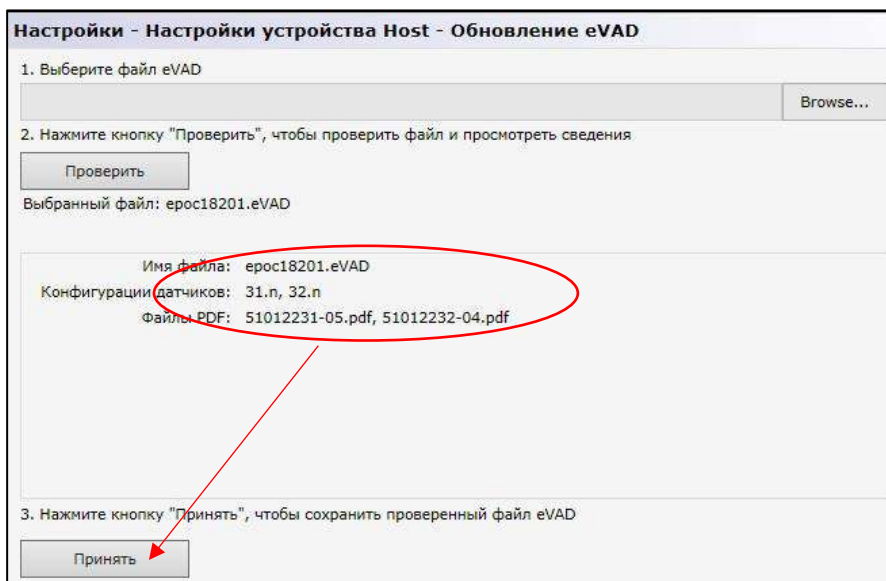

Рис. 7.
- 2) Нажмите кнопку **Проверить** (рис. 6), чтобы выполнить проверку файла eVAD и просмотреть подробные сведения (обведены окружностью на рис. 7), включая имя файла eVAD, версию конфигурации датчика и имя PDF-файла, связанного с используемым файлом eVAD.
3) Нажмите кнопку **Принять** (рис. 7), чтобы сохранить проверенный файл eVAD.